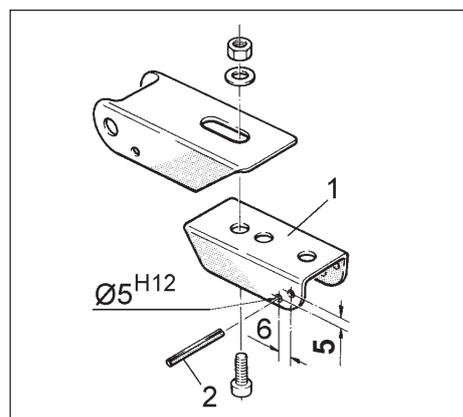

Fig. 26.60
- Spannhülse der Rückhaltekinke (Fig. 26.60/1) entfernen
- Rückhaltekinke nach Fig. 26.60 neu verbohren ($\text{Ø } 5^{\text{H}12}$ mm)
- neue Spannhülse 5 x 33, DIN 1481 (Fig. 26.60/2) in Rückhaltekinke einschlagen